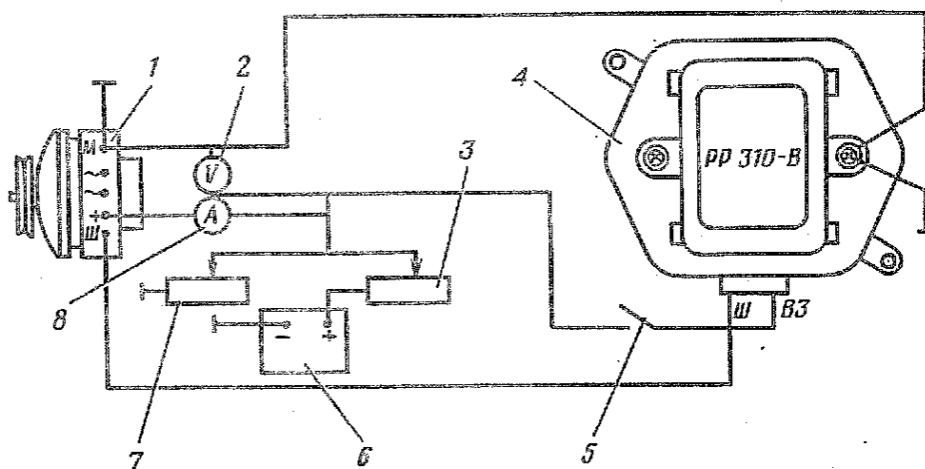

Рис. 92. Схема соединений для проверки регулятора напряжения на стенде:
- 2.2. Подсоединить выводы измерительных приборов согласно схеме (рис. 92).